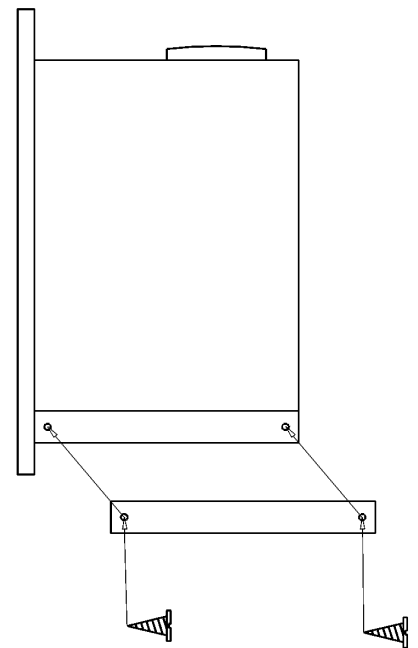

Fig. 1
- Montare le apposite guide sui fianchi della macchina (con le viti in dotazione), come da fig. 1.